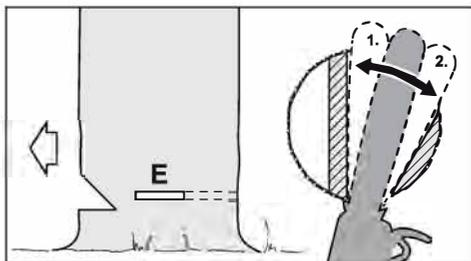

Рис. 22
- Выполнить основной пропил (рис. 22, поз. Е) – при этом полностью врезать направляющую шину
- Сформировать основной пропил до недопила (рис.22, поз. 1)
- Сформировать основной пропил до защитного ремня (рис. 22, поз. 2)